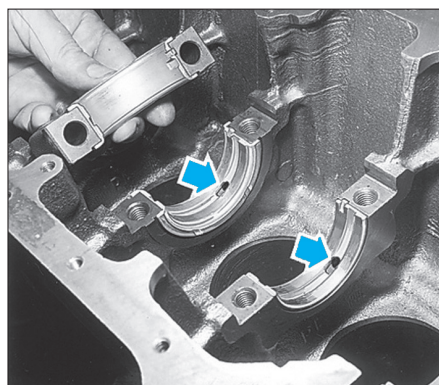

Fig. 82
- Placer les demi-coussinets rainurés et percés dans le bloc-cylindres et les demi-coussinets lisses dans les chapeaux de paliers (Fig.82).
- Mettre en place les cales de réglage du jeu axial de vilebrequin autour des demi-coussinets du palier n° 3. Placer les cales avec 2 ergots internes dans le bloc-cylindres puis celles avec un ergot externe sur le chapeau (Fig.82).